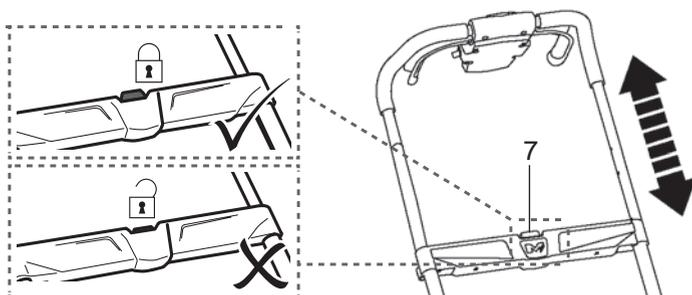

Fig. 11
REMARQUE : Assurez-vous que le bouton de déverrouillage [7] s'enclenche en place après le réglage. N'utilisez pas le produit dans toute autre position intermédiaire (Fig.11).
- > Assurez-vous que le cordon d'alimentation [15] n'est pas coincé, puis appuyez sur le bouton de déverrouillage [7] (Fig.11).
- > Poussez la poignée supérieure [6] (Fig.11, étape 1) jusqu'à ce que vous sentiez une petite résistance. Cette action déverrouille la rotation du guidon (Fig.11, étape 2).